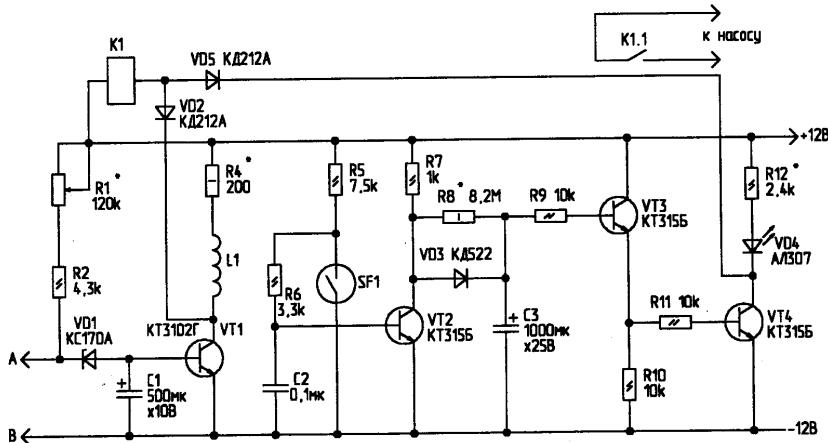

рис. 5
**воды в водонапорную башню или** бак ("РЛ" 5/2000). Если уровень воды в баке ниже заданного, контакты A и B (рис.5) разомкнуты, транзистор VT1 от-крыт, и реле K1 включено через диод VD2. Контакты реле коммутируют насос. Одновременно ток, протекающий через VT1, проходит также и через катушку гер-конка L1. Его контакты SF1 замкнуты, тран-зистор VT2 закрыт, а конденсатор C3 за-ряжен до напряжения питания. Через эмит-